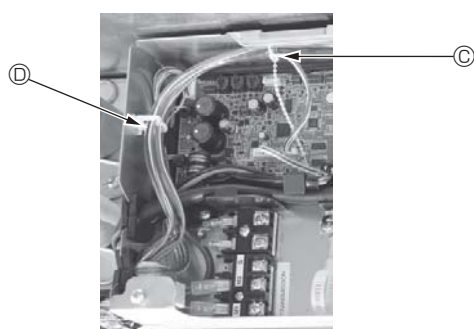

Fig. 5-15
- Поместите излишние соединительные провода датчика i-See и приемника сигнала в проволочный хомут в коробке электрических компонентов, как показано на схеме, и зафиксируйте провода зажимом вместе. (Fig. 5-15)